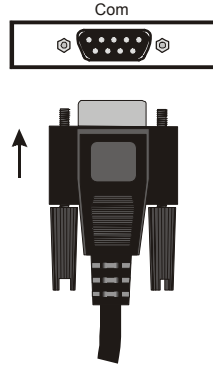

Figura 1-28
- √ Collegare il cavo seriale ad una porta seriale libera sul retro del vostro computer come mostrato nella Figura 1-28.
- √ Collegare il lato seriale dell'adattatore o direttamente alla vostra Board of Education o scheda HomeWork, oppure collegatelo al cavo seriale come mostrato in Figura 1-28.